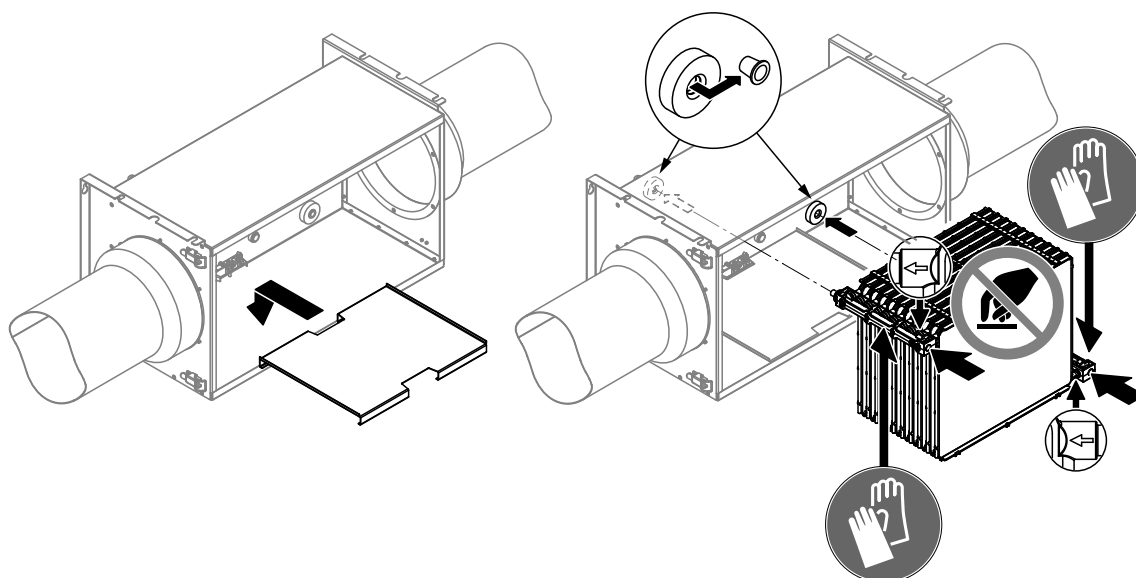

Fig. 18: Installer la tôle de fond et l'insert de l'humidificateur
10. Insérez la tôle de fond dans le caisson de l'humidificateur (voir Fig. 18).